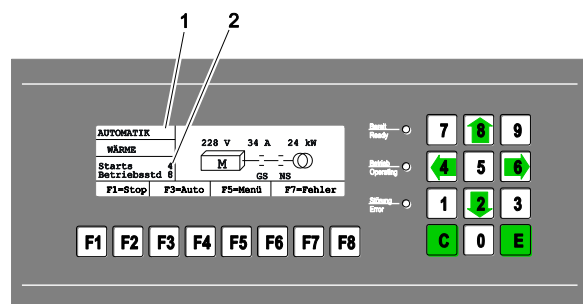

Рис. 4 Считывание часов эксплуатации на дисплее блока управления и индикации модуля БТЭС Vitobloc 200
- Считать часы эксплуатации (Рис. 4, поз. 1) и в соответствии с планом техобслуживания своевременно вызвать специалистов по техобслуживанию.